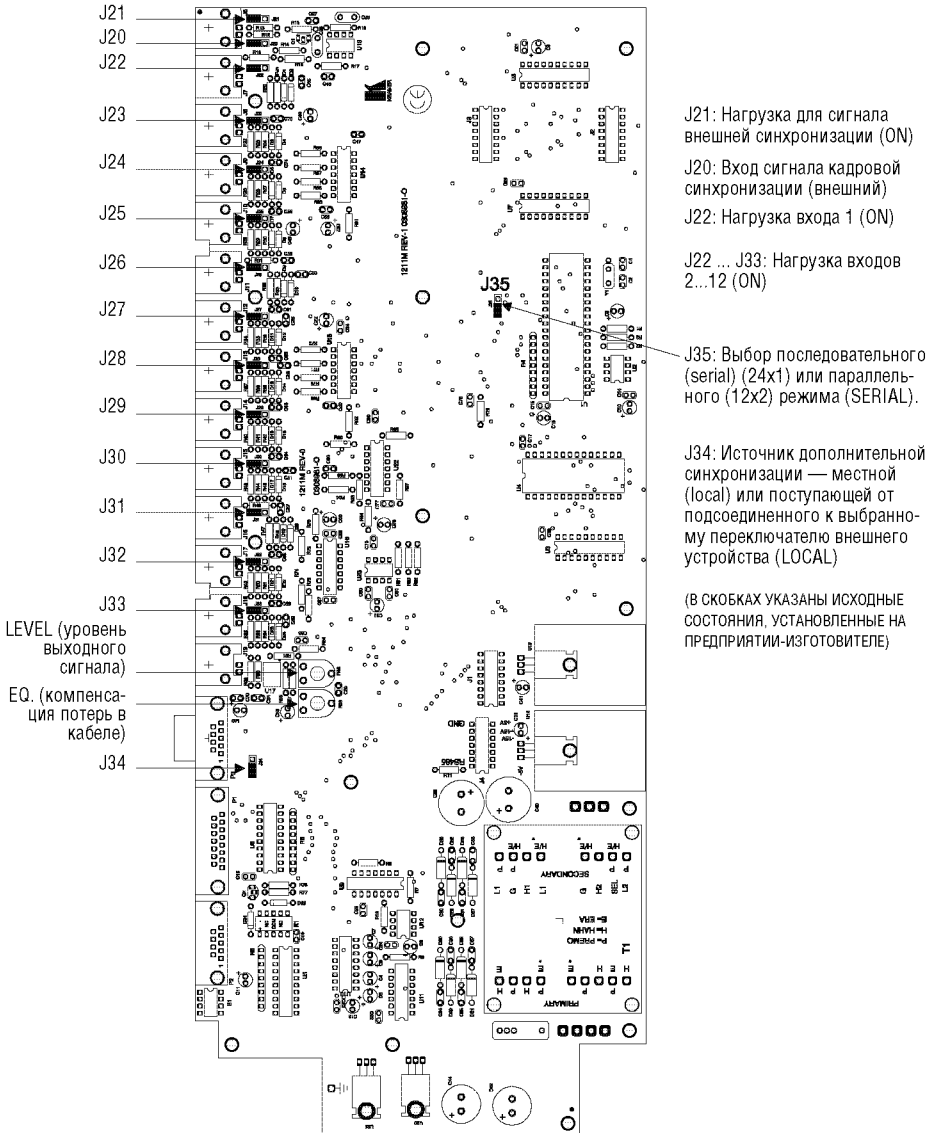

Рис. 3. Расположение внутренних перемычек
Расположение перемычек показано на рис. 3, а их назначение описано ниже.
1. Убедитесь в том, что перемычка J35 хотя бы на одном из коммутаторов находится в исходном положении, установленном на предприятии-изготовителе (см.рис. 3). При необходимости аккуратно снимите крышку и переставьте перемычку.